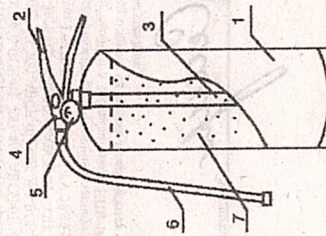

Рис. 1
4.1. Огнетушитель (рис. 1) состоит из корпуса 1, наклонного огнетушащим порошком 7. На корпусе закреплено закрывающее устройство 4 с плавильником 5. ЗПУ огнетушителя ручкой для переноски огнетушителя и ручкой для управления подачей порошка 2. Огнетушитель оснащен сифонной трубкой 3, гибким рукавом 6 (кроме ОП-1, ОП-2, ОП-3) и распылителем для получения факела распыла порошка. Огнетушитель оснащен чехлом для предохранения саморазрядчика.